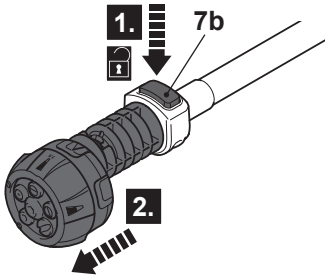

Fig. 5
1. Apăsăți butonul de eliberare (7b) (Fig. 5, pasul 1) și scoateți duza (pasul 2).